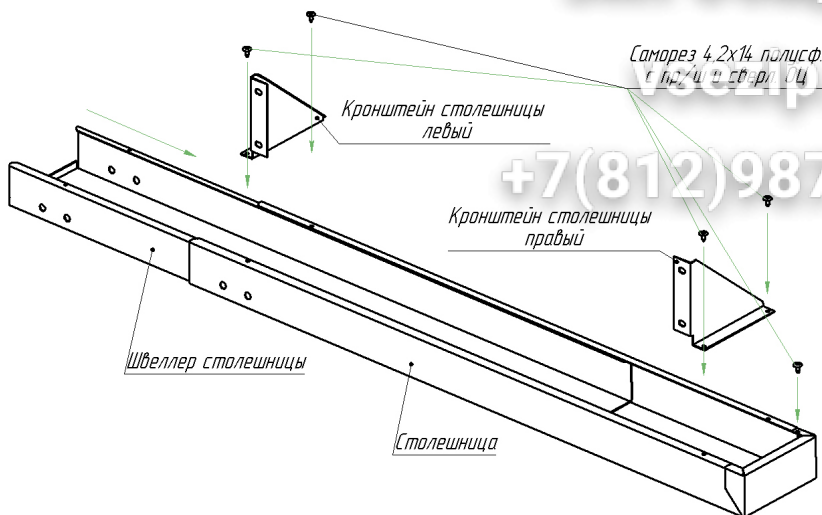

Рис.3
1.5. Собрать боковые столешницы по схеме сборки (п.2.3. Рис.3).
2.3. Схема сборки боковых столешниц (рис.3)